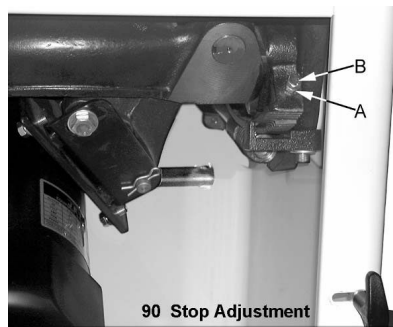

рис. 19
5. Если пильный диск не под углом 90 градусов, откройте крышку двигателя, ослабьте контргайку (A см. рис. 19) и поверните стопорный винт регулировки (B, рис. 19) на передней цапфе во внутрь или наружу. Регулировочный винт следует прекратить вращать на переднем кронштейне цапфы, когда пильный диск находится в 90 ° к столу.
6. Затяните контргайку (A см. рис. 19).